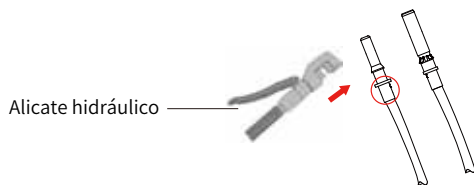

Figura 3.4 Prenda o pino de contato ao condutor
b) Crimpagem dos terminais metálicos com alicate de crimpagem, conforme mostrado na figura 3.4.